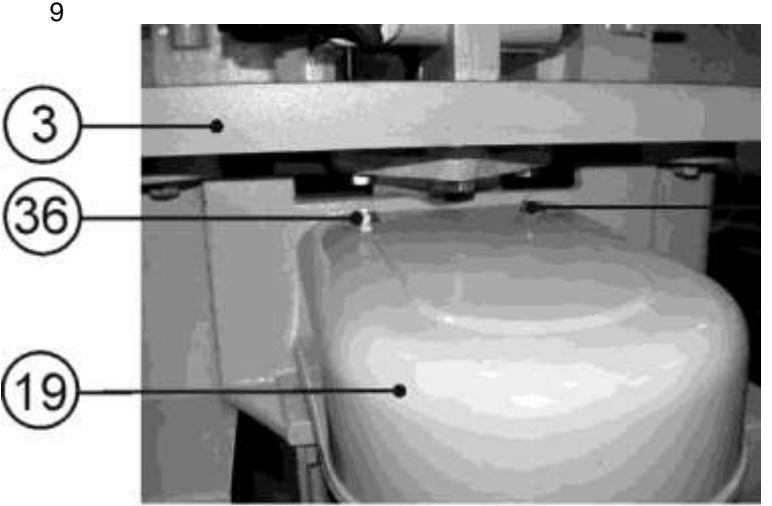

Рис.11
- 9.1.1. Открутите два болта (36). Снимите защитный кожух (19), Рис.11.